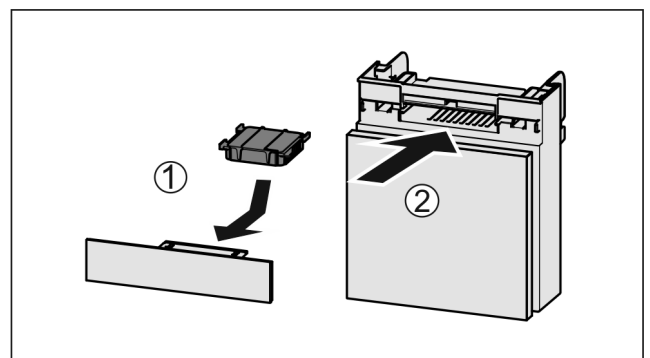

Fig. 103
- ▶ Aktivkohlefilter nach Abbildung einsetzen Fig. 103 (1).
► Fach einschieben *Fig. 103 (2)*.